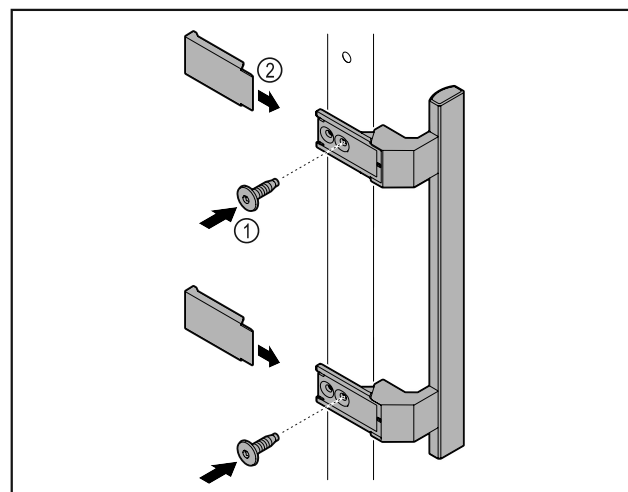

Fig. 7
- ▶ Montirajte ručku iz vrećice s priborom s pomoću priloženih vijaka Fig. 7 (1) na vrata.
- ▶ Postavite poklopac Fig. 7 (2).